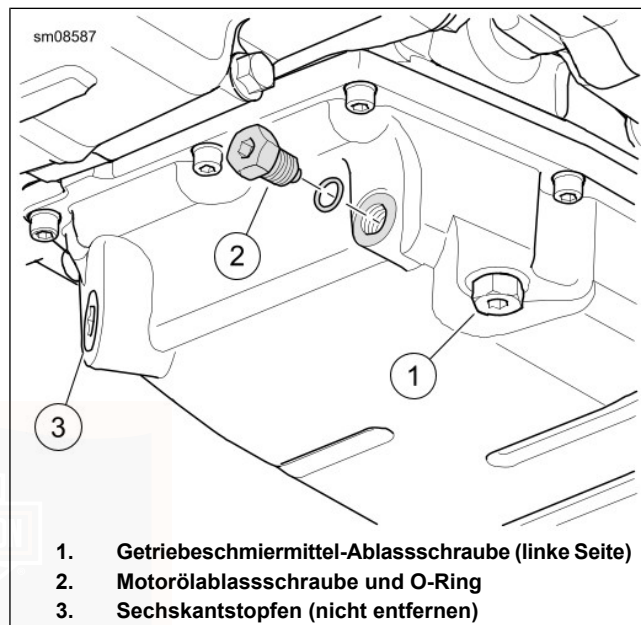

Abbildung 109. Ölwanne
3. Siehe Abbildung 109. Die Ölablassschraube (2) und den O-Ring entfernen. Das Öl vollständig ablaufen lassen.